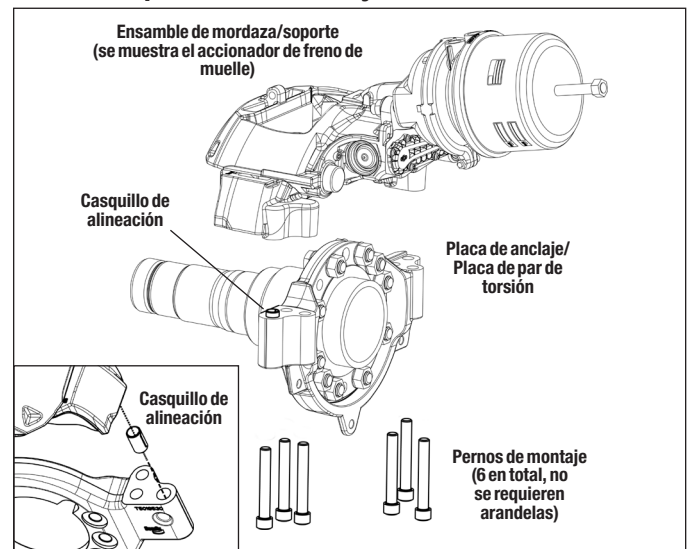

Figura 41 – Montaje vertical de mordaza/soporte
- 5.3.4 Consulte la figura 41. Apoye el freno de disco neumático con los medios necesarios para retirar los seis (6) pernos o arandelas de montaje y deséchelos. *Nota: Bendix recomienda enfáticamente que durante el reensamblaje se reemplacen estos pernos; consulte al fabricante de su vehículo para obtener el equipo de reemplazo. Levante la mordaza y retírela de la placa de anclaje.*